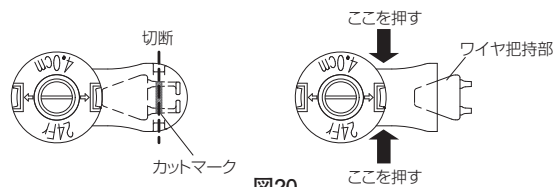

図20
3. ボタンの体外固定部のカットマークをハサミで切断し、ワイヤ把持部の根元を押してワイヤ把持部を押し出す。(図20)